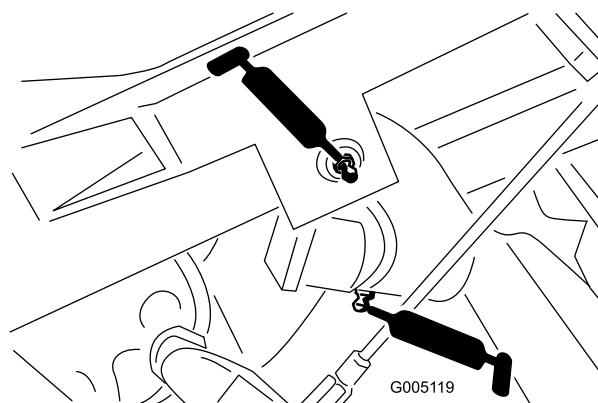

図 26
- ・ 昇降アームのピボット（3か所）とピボット・ヒンジ（3か所）（図 26）